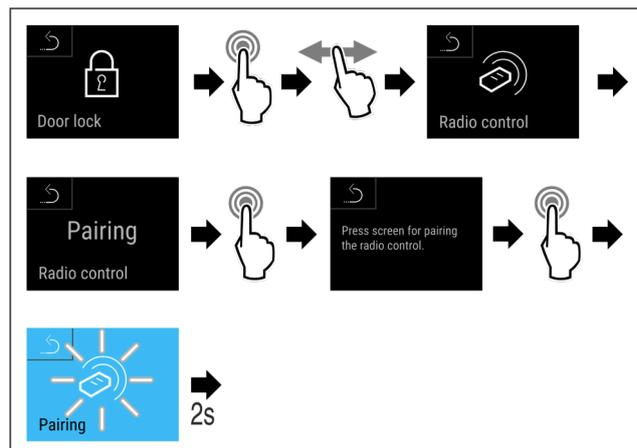

Fig. 100
- u Handlungsschritte (siehe Fig. 100) durchführen.